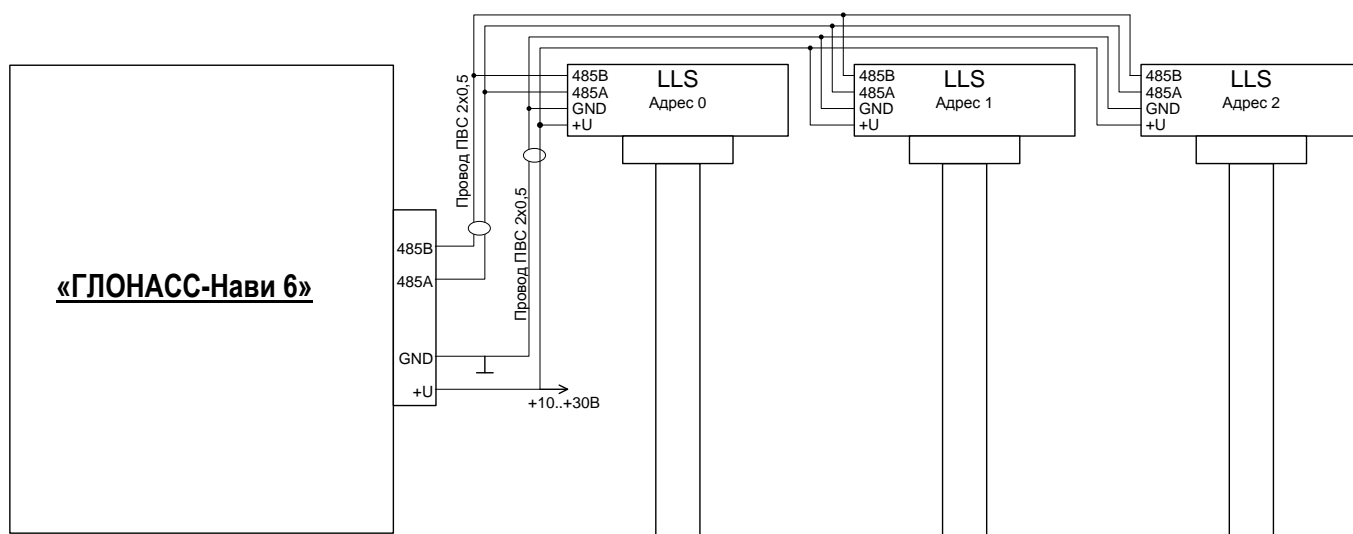

Рис. 5. Схема подключения датчиков уровня топлива LLS по интерфейсу RS485.
5.1.4. Подключите до трех датчиков уровня топлива LLS по интерфейсу RS485 к контактам 2,3 разъема MF-20F (см. рис. 5). Терминал опрашивает датчики LLS с адресами 0, 1, 2. Задайте подключаемым датчикам уровня топлива данные адреса для работы в сетевом режиме.